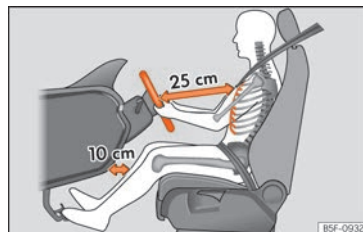

Fig. 3 La distance correcte entre le conducteur et le volant doit être de 25 cm minimum (10 pouces).
- Réglez le volant de sorte qu'il se trouve à une distance d'au moins 25 cm (10 pouces) du sternum » **fig. 3** et que vous puissiez le tenir à deux mains sur les côtés, à l'extérieur, les bras légèrement fléchis.
• Réglez le siège dans la longueur de manière à pouvoir actionner à fond les pédales avec les genoux légèrement fléchis et de manière à laisser une distance d'au moins 10 cm (4 pouces) entre les genoux et le combiné d'instruments » **fig. 3**.